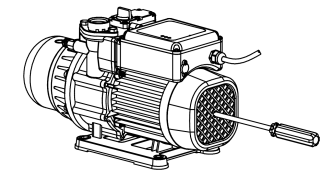

Рис. 3
3. При первом запуске или после длительного простоя, пожалуйста, вставьте шлицевую отвертку в прорезь на заднем конце вала электродвигателя через отверстие в крышке вентилятора и проверните его по часовой стрелке, чтобы видеть, вращается ли ротор свободно. (Рис. 3). Если это так, Вы можете запустить насос.